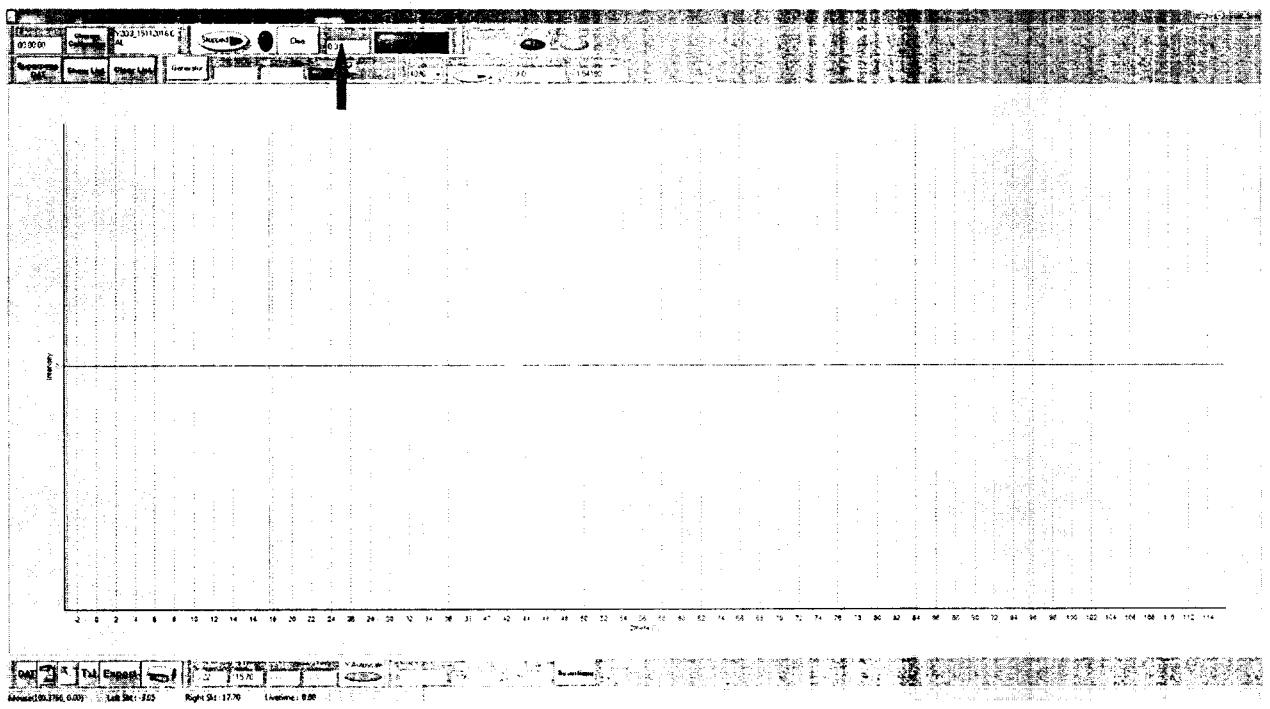

Рисунок 4 - Установка времени регистрации дифрактограммы (отмечено стрелкой).
6.4.2.3. Установить время регистрации дифрактограммы (Рис. 4) равным 600,0 секунд.